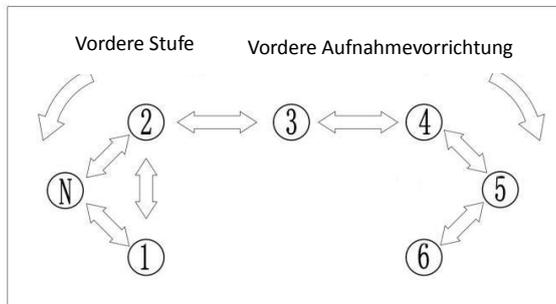
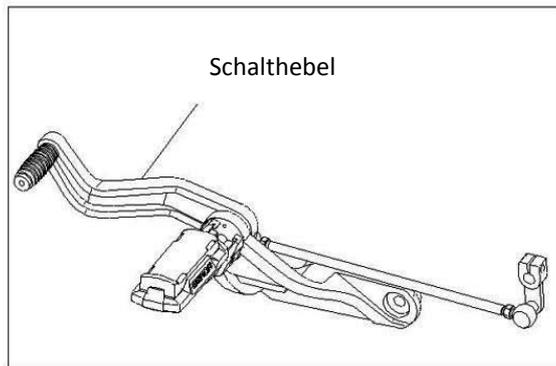

Abb. 12 Schaltstellungsdiagramm
Abb.13 Schalthebel
5.4.1. Schaltvorgang (Abbildung 12, Abbildung 13)